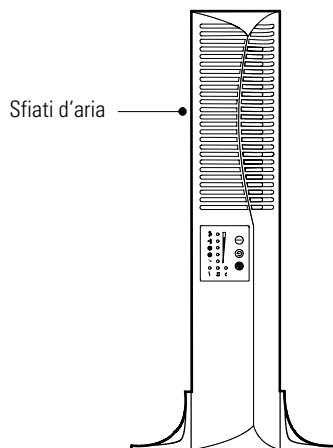

Figura 7. Armadietto UPS con base
4. Posizionare con cautela l'armadietto in posizione verticale (vedere la Figura 7). Gli sfiati d'aria dovranno essere sul lato superiore dell'unità, se posizionata in verticale.